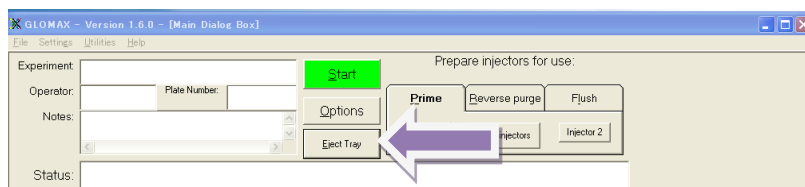

図 7
13) 図 7 のように“Eject Tray”を押す(モーター音がして、サンプルトレイが手前に移動する)。